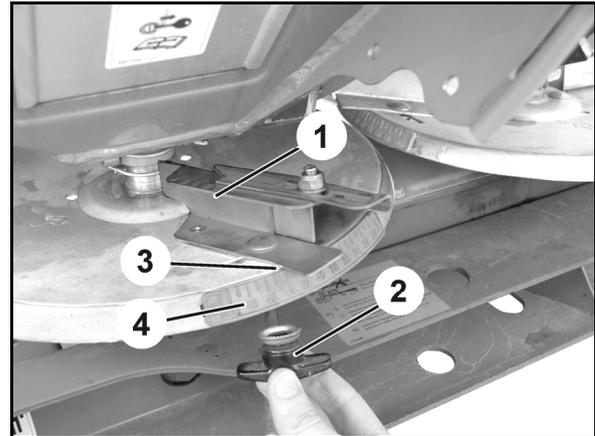

Fig. 82
5. Montez l'aube d'épandage en limite (Fig. 82/1) avec l'écrou à ailettes (Fig. 82/2) sur le disque d'épandage.
6. Positionnez l'arête de lecture (Fig. 82/3) sur la valeur de l'échelle graduée (Fig. 82/4) indiquée par le tableau d'épandage et resserez à fond l'écrou à ailettes (Fig. 82/2).